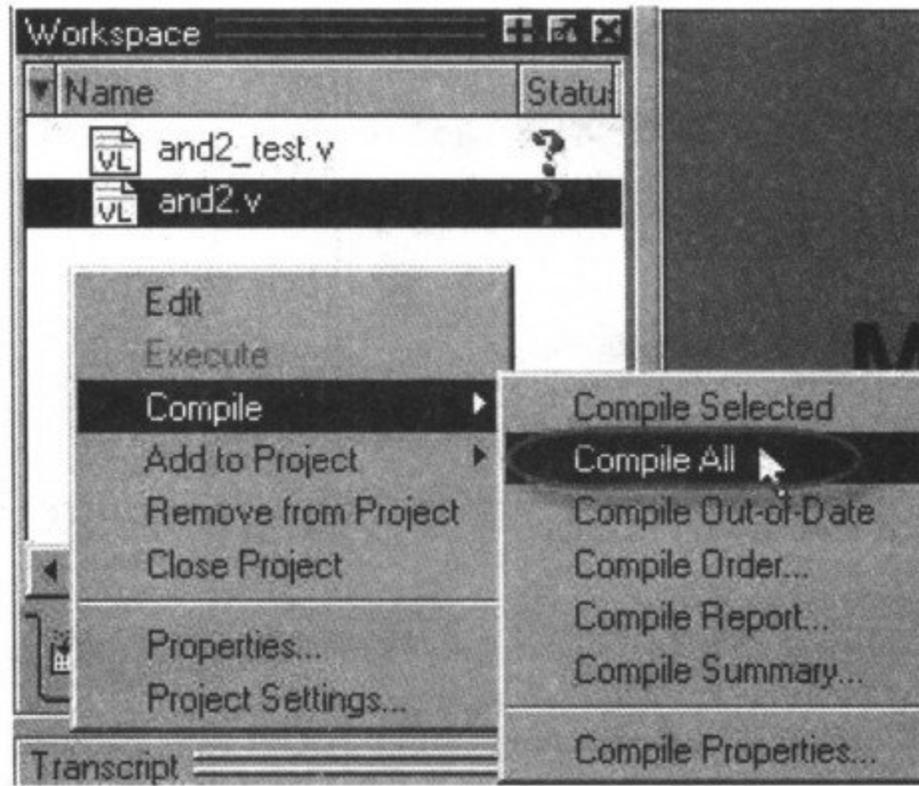

图 3-72 编译快捷菜单
(1) 在 Project 选项卡内部, 点击鼠标右键, 出现如图 3-72 所示的快捷菜单, 选择 Compile/Compile All。